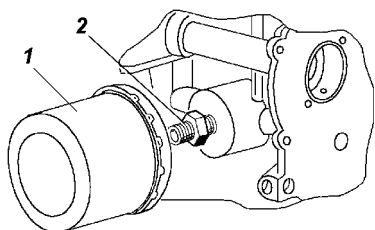

Рис. 4.121. Снятие масляного фильтра:
- отверните, при необходимости, масляный фильтр (рис. 4.121);